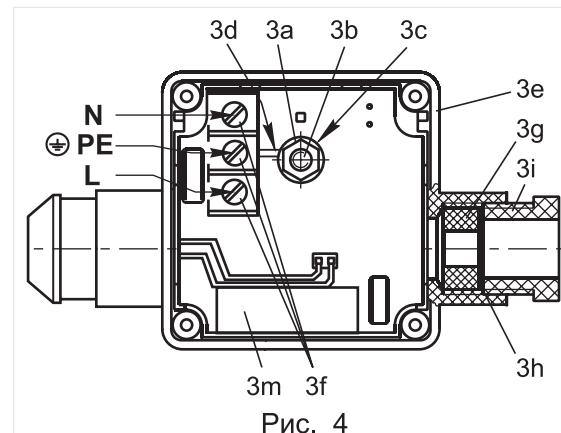

Рис. 4
4.3.3 На лицевой поверхности клеммной коробки открутите четыре винта крепления крышки. Снимите крышку клеммной коробки вместе с резиновым уплотнением. Клеммная коробка со снятой крышкой показана на рис. 4.
- выкрутить кнопку ручного взвода из левого патрубка клеммной коробки (см. рис. 4);